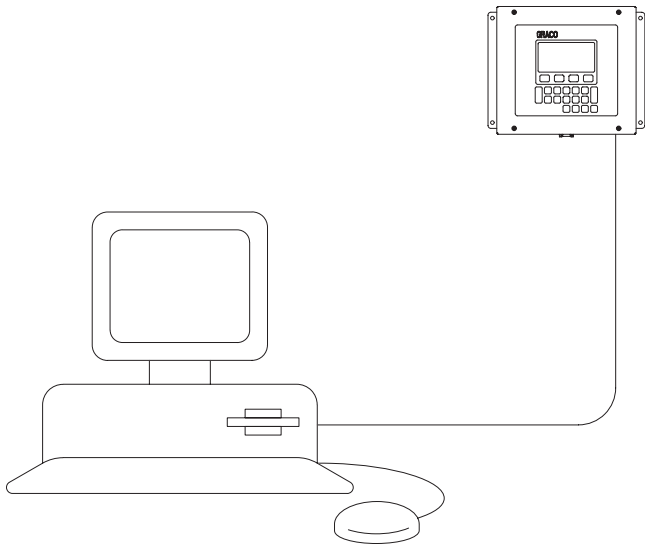

Fig. 13.57
7. Para actualizar el interfaz de usuario con el texto traducido, conecte el extremo del cable del ordenador (9 patillas) al puerto en serie del ordenador. Conecte el extremo de clavija del cable al interfaz de usuario. Vea la Fig. 13.57.